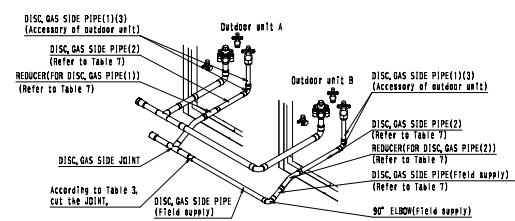

Fig. 7
-Connect DISC. GAS SIDE PIPES with DISC. GAS SIDE JOINT, (Refer to Fig. 7, 8)